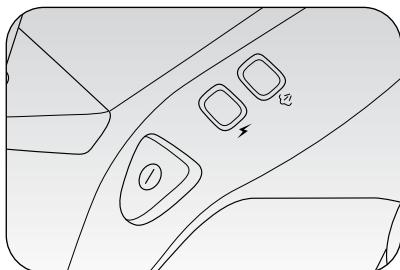

Fig. 3
Steek de stekker in het stopcontact en zet het apparaat aan met de daarvoor bestemde schakelaar (H) (Fig. 3). Het lampje ON/OFF (G) en het lampje stoom klaar (F) gaan branden. Na enkele minuten gaat het lampje stoom klaar (F) uit om te signaleren dat het verwarmingselement op druk is gekomen en het apparaat klaar is voor de stoomproductie.